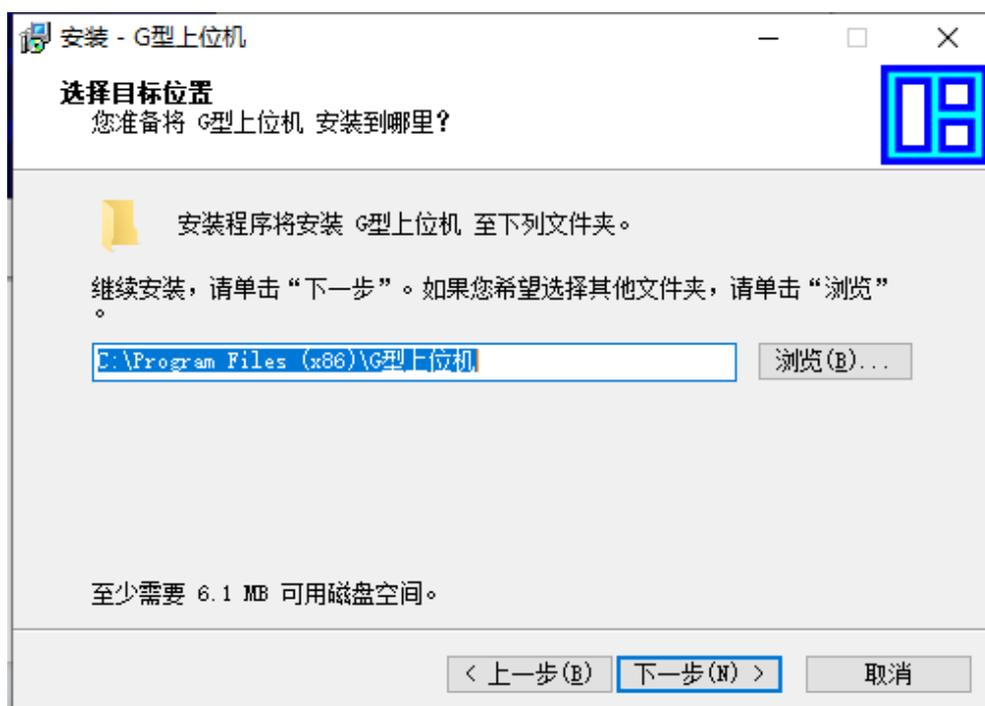

图 1-2
3、在弹出的安装分析软件选择目标位置这里，点击“浏览”可任意选择储存文件夹（“c 盘”/“d 盘”均可），选择完毕后点击“下一步”，继续进行一步操作；如图 1-2;